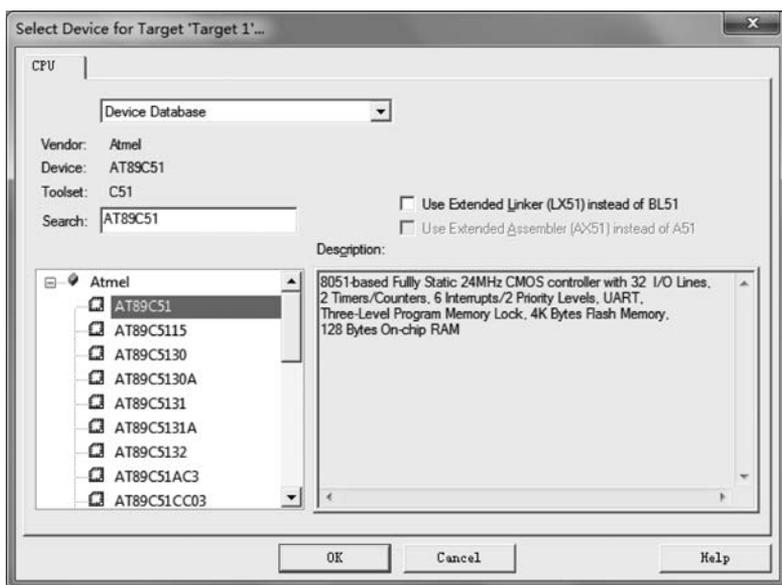

图 3.9 Select Device for Target 'Target 1' 对话框
(2) 单击“保存”按钮,弹出 Select Device for Target 'Target 1'对话框,如图 3.9 所示。在该对话框中,选择单片机的种类及型号。